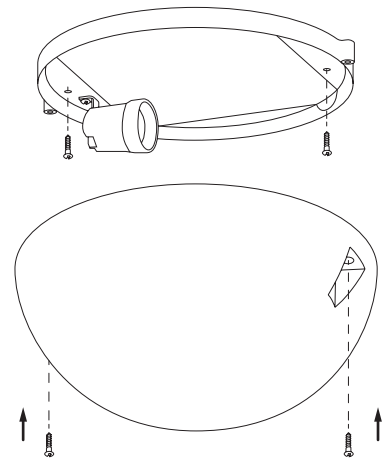

Рис. 1
- Открутив 2 винта по периметру светильника, снимите рассеиватель (Рис. 1).